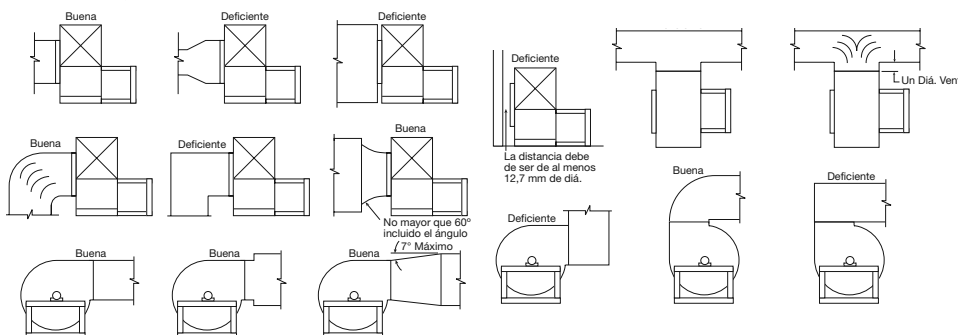

Figura 11 — Disposición del Sistema y Configuraciones de Entrada y Salida
**NOTA:** Para evitar los efectos en el sistema, consulte la Figura 11 en la página 6 bajo el título Operación para conocer ejemplos de configuraciones del sistema bien y mal diseñados. El conducto de entrada debe ser recto para permitir diámetros de rueda de 6,4 cm (2½ pulg.) antes de la conexión con el ventilador.
- El flujo restringido o inestable en la entrada del ventilador puede causar la rotación previa del aire entrante o la carga irregular de la rueda del ventilador, lo que produce pérdidas grandes en el sistema, mayores niveles de ruido y fallas estructurales en la rueda del ventilador. La salida libre o el flujo turbulento en la red de conductos de salida también producirá pérdidas con efectos en el sistema. Los ejemplos en la Figura 11 muestran la disposición del sistema y las configuraciones de entrada y salida que pueden afectar el rendimiento del ventilador.